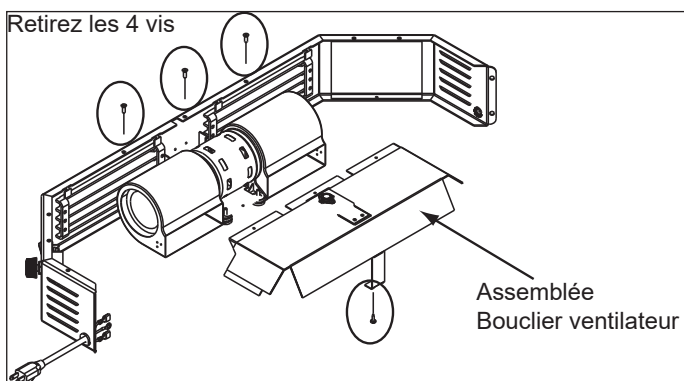

Figure 22.2
2. Le cas échéant, retirez l'ensemble de blindage du ventilateur avec un tournevis à tête cruciforme et retirez les 4 vis. Débranchez le disque d'arrêt du câblage. **Figure 22.2.**